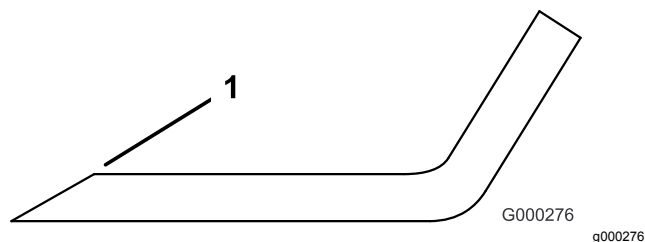

Figure 104
1. Au moyen d'une lime, aiguiser les tranchants aux deux extrémités de la lame (Figure 104).
**Remarque:** Si la lame est déséquilibrée, limez un peu l'extrémité de l'ailette seulement (Figure 104).